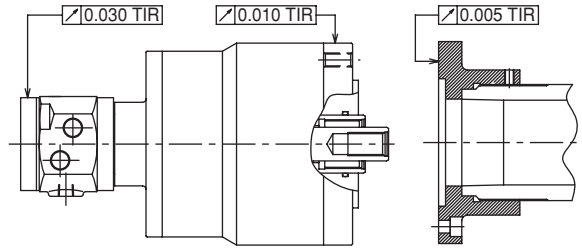

図15
- シリンダの取付時の振れはスリーブの回り止めを行い、スピンドルを回転させた時、シリンダ外周及びスリーブ後端の上下動の振れを図15に示す規格値以下で取付けてください。